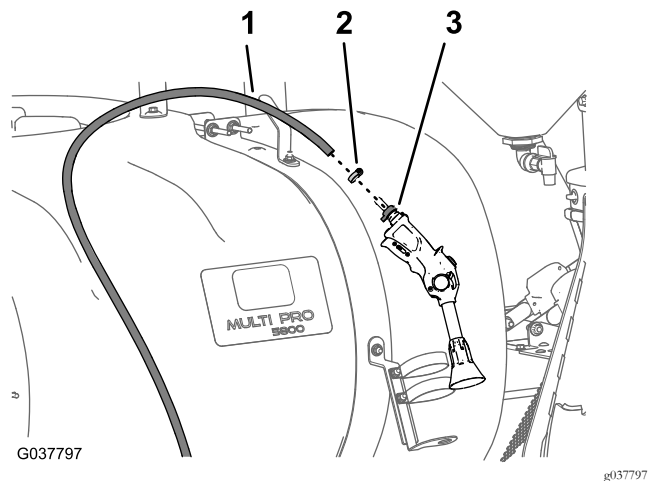

图96
5. 使用软管夹将在 从供水软管卸下喷枪 (页码 15) 中卸下的喷枪倒钩安装到供水软管上 图96。